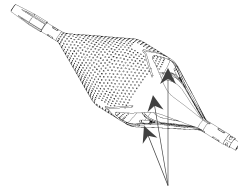

Abb. 5: Markierungsbänder des Filters
3. Filtereinheit entfalten, indem der Führungsdraht in Position gehalten wird, indem der Torquer gegen das Hämostaseventil gepresst wird, während gleichzeitig der Rückholkatheter zurückgezogen wird. Die drei Markierungsbänder in der Mitte der Filtereinheit werden expandiert und zeigen die Abdichtungsposition des Filters (Abb. 5) an.